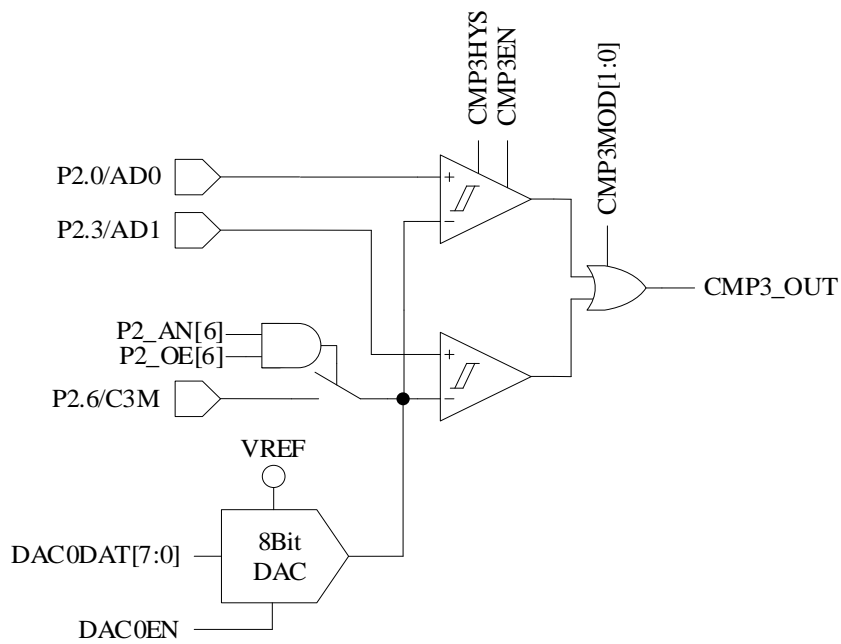

图 29-3 双比较器输入模式
- 配置 CMP\_CR1[CMP3MOD] = 01，CMP3 为双比较器输入模式，具体输入输出端口及接法如图 29-3 所示